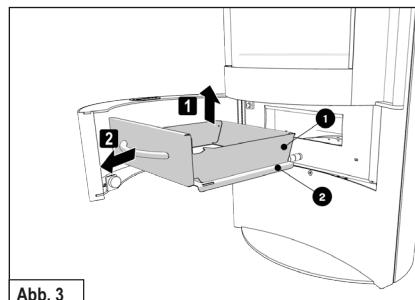

Abb. 3
- Ziehen Sie den Aschebehälter (1) am Griff mit dem Deckel (2) heraus (Abb. 3).